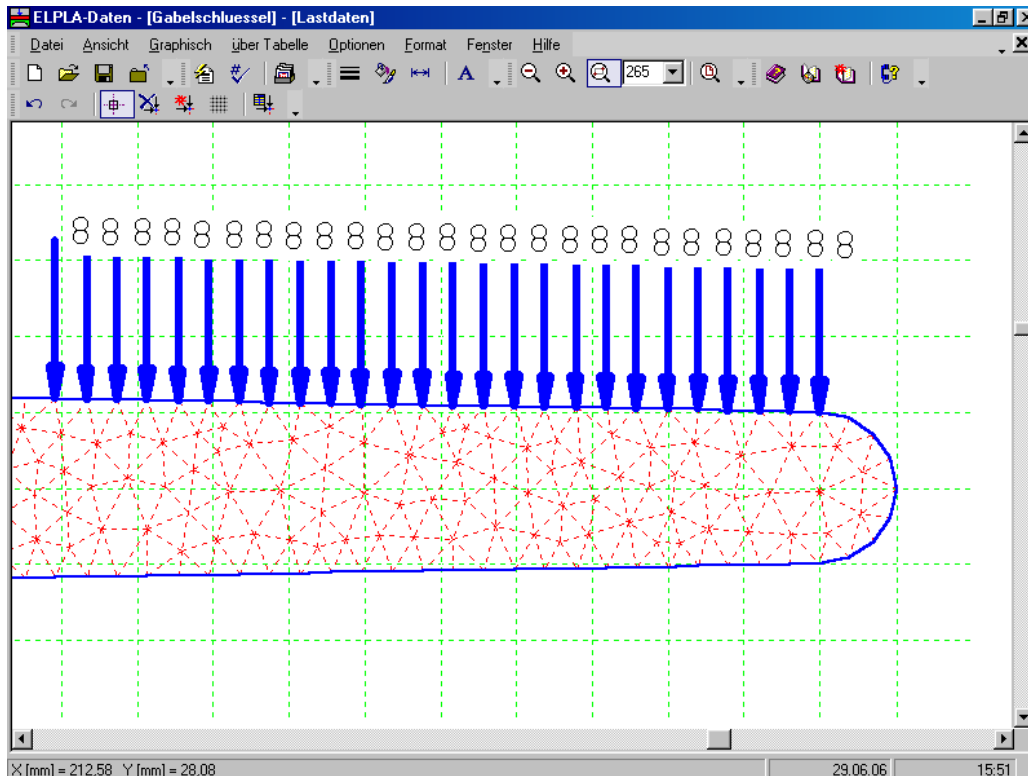

Bild 5-29 Knotenlasten auf dem Bildschirm
Nach der Definition der Knotenlast sollte der Bildschirm wie das folgende Bild 5-29 aussehen.
- Wählen Sie den Befehl "Lastdaten speichern" aus dem "Datei"-Menü im Bild 5-29, um die Lastdaten zu speichern